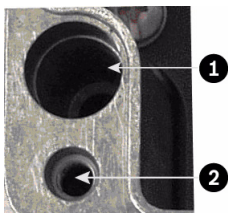

Figura 4.4 Orificios para tornillos para el montaje de la carcasa; orificios para tornillos para la tapa de la carcasa
- 2. Localice los cuatro (4) orificios para el montaje de la carcasa de la fuente de alimentación. (Figura 4.4 muestra uno de los orificios). Consulte la ilustración de dimensiones en el apéndice para la ubicación de los orificios. Las dimensiones que se muestran son sólo para los orificios de montaje. Los otros 4 orificios son sólo para asegurar la tapa y de referencia.
- 3. Con un taladro, haga los cuatro (4) orificios en la superficie de montaje para los anclajes apropiados para los tornillos M6 (no suministrados).
- 4. Afloje los cuatro (4) tornillos prisioneros de cabeza Phillips en la parte superior de la tapa de la carcasa de la fuente de alimentación (elemento 2, Figura 4.4). Levante la tapa y colóquela al revés junto a la carcasa.
- 5. Asegure la carcasa a la superficie de montaje con cuatro (4) tornillos y arandelas M6 de acero inoxidable (no suministrados), que encajan en los orificios grandes de la carcasa, como muestra la Figura 4.4.